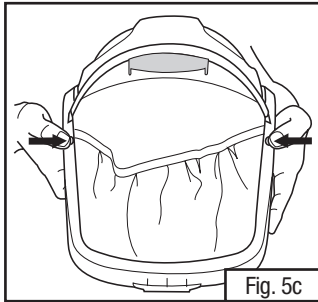
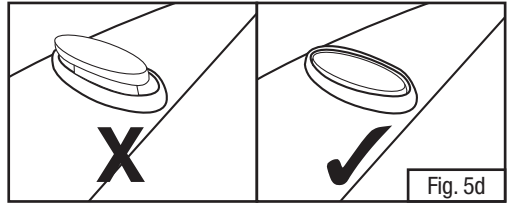

Fig. 5c
Fig. 5d
- Presione los botones del marco del visor para bloquearlo en su lugar. Los botones deben hacer un “clic” audible cuando estén totalmente asentados en el marco (Fig. 5c). Asegúrese de que los botones del visor se fijen con firmeza y al ras de la estructura del visor (Fig. 5d). Si los botones no se asientan a ras del marco, retire el visor y vuelva a insertarlo.